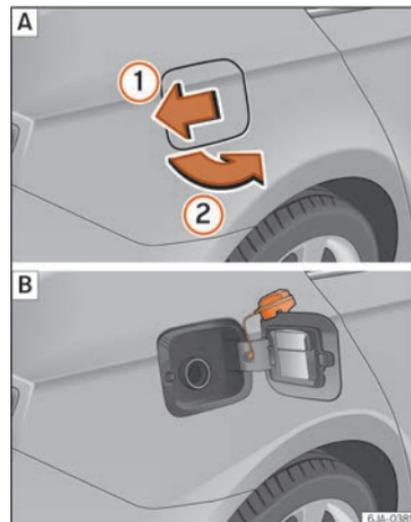

Fig. 241 Parte trasera del vehículo, lado derecho: tapa del depósito/tapa del depósito con el tapón desenroscado.
En un adhesivo pegado en el lado interior de la tapa del depósito se indican el tipo adecuado de combustible para su vehículo, así como el tamaño de neumático y la presión de inflado del mismo »» **fig. 241 B**.
- Presione sobre la tapa del depósito en el sentido de la flecha ① »» **fig. 241**.
- Abra la tapa en el sentido de la flecha ②.
- Desenrosque hacia la izquierda el tapón de cierre del depósito y colóquelo encima de la tapa del depósito »» **fig. 241 B**.
- En cuanto se desconecte por primera vez la pistola del surtidor, el depósito de combustible estará lleno »» ①.
- Una vez desbloqueado el vehículo con el mando del cierre centralizado presione sobre la tapa del depósito en el sentido de la flecha ① »» **fig. 241**.